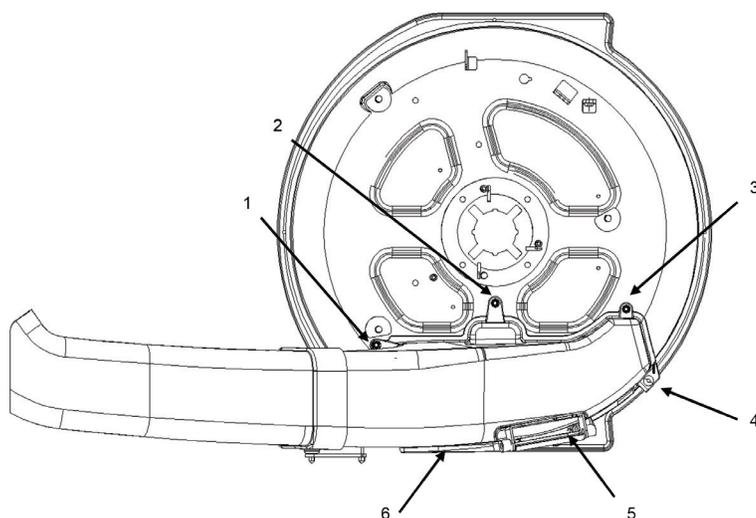

Рис. 26
4. Отверните 6 гаек крепления патрубка режущей деки и снимите его (рис. 26).